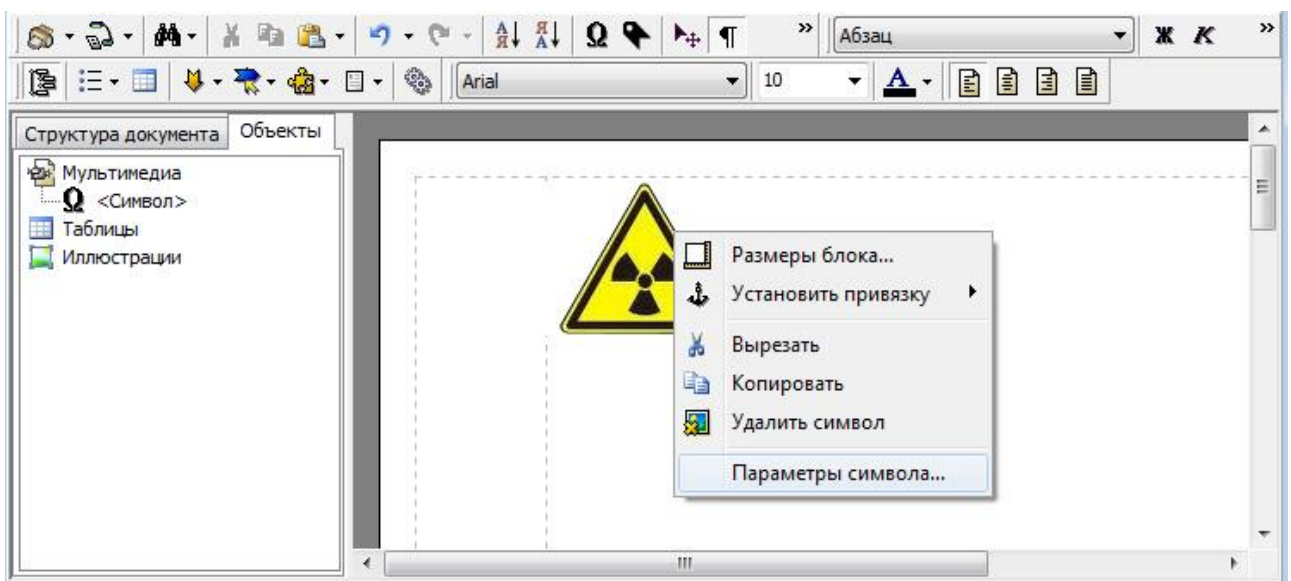

Рисунок 297
После ввода значений масштаба и разрешения в окне вставки символов нажмите на кнопку . После этого изображение символа появится в документе (рисунок 297).
1) Нажмите правой кнопкой мыши на изображение-символ. При этом появится контекстное меню (рисунок 297).
2) Выберите из контекстного меню команду **Параметры символа...** (рисунок 297).